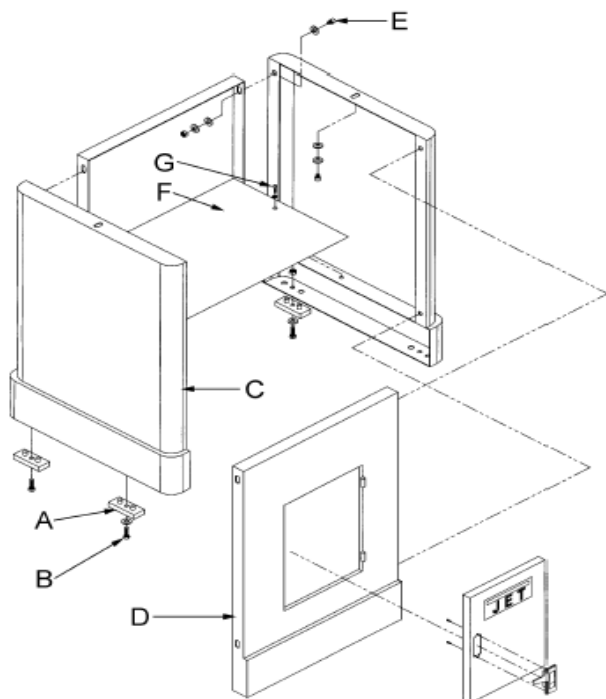

Fig 1
Montieren Sie die vier GummifüÙe (A, Fig 1) auf die Untersatzseitenteile mittels der gemeinsam verpackten 4 Schrauben, 4 Scheiben und 4 Sechskantmuttern.
Verbinden Sie die Seitenteile (C, Fig 1) mit dem Frontblech (D) mittels 4 Sechskantschrauben, 8 Scheiben, 4 Federscheiben und 4 Sechskantmuttern (E).